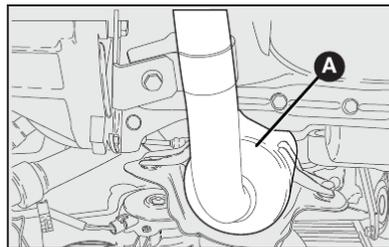

fig. 89
**Conversor catalítico trivalente - A-fig. 89**